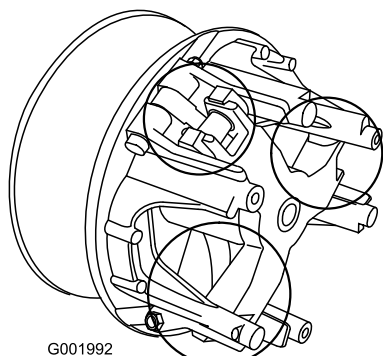

図 59
- 図 59で○で囲んで表示している部分の可動部にToro 潤滑剤（Toro 代理店で購入可能）をスプレーする。